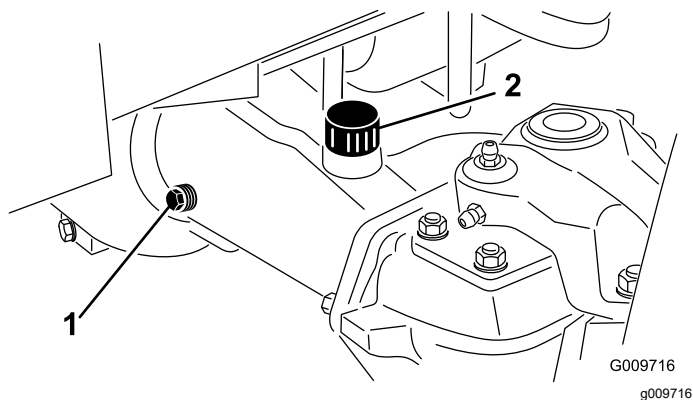

图 70
2. 从轴的 1 端取出检查塞确保润滑油向上直至孔的底部图 70。